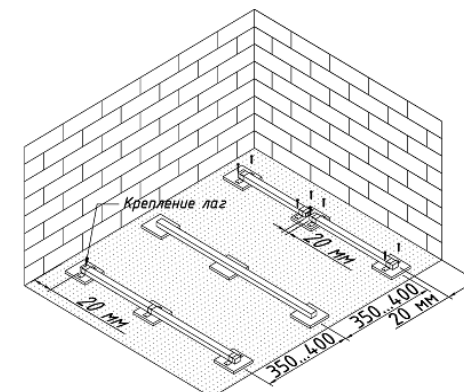

Рис.3 Укладка лаг
лаги толщиной от 20 мм для отвода воды. Рис. 3
4. Поперечное расстояние между лагами для укладки террасной доски должно составлять не более 350-400мм (размер по осям). Рис. 3. При укладке доски по диагонали расстояние не больше 250 мм (по осям).
6. Обеспечьте технологический зазор между лагой и примыкающей (стеной) поверхностью не менее 20мм. При продольной стыковке лаг всегда оставляйте зазор между ними не менее 20мм. Рис. 3